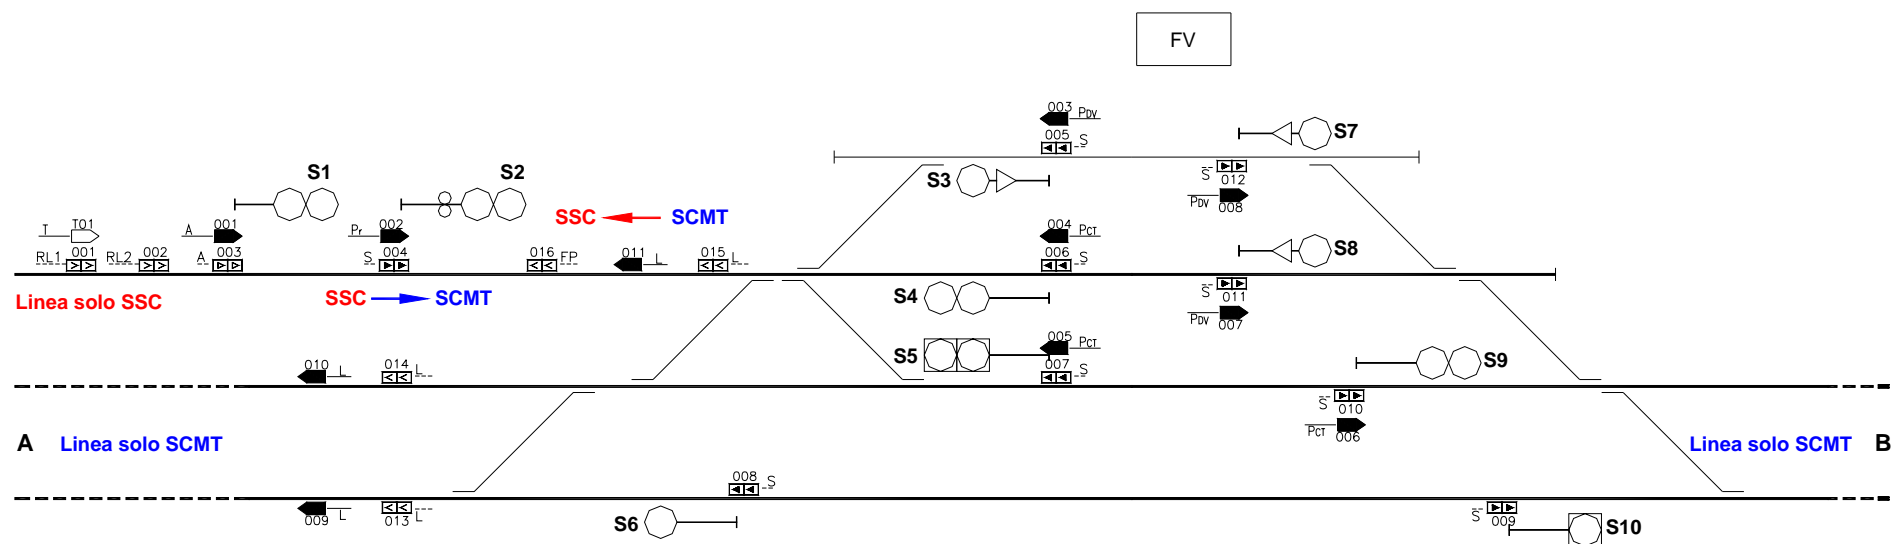
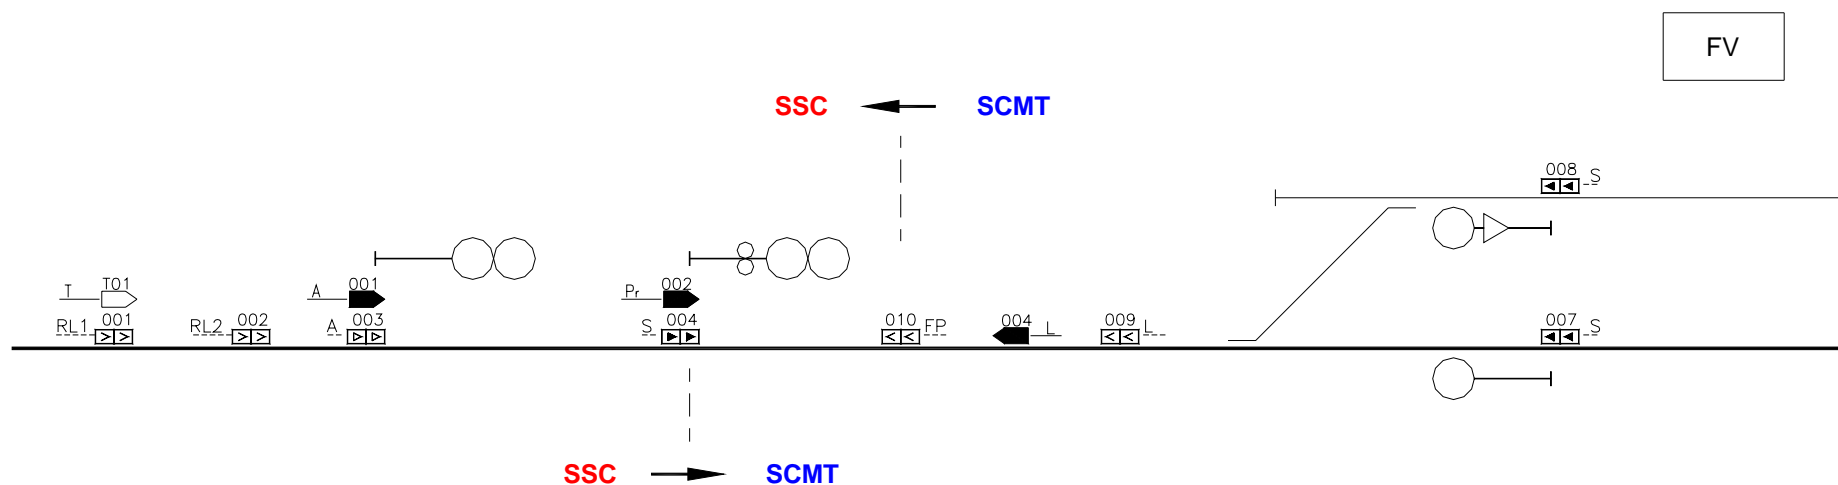

Figura 2: esempio di stazione con doppio attrezzaggio SCMT e SSC posta su linea principale SCMT
Figura 4
Le tipologie di attrezzaggio possibili per gestire il passaggio da una linea SCMT ad una SSC e, viceversa, da una linea SSC ad una SCMT sono riportate in Figura 2 per quanto riguarda l'attrezzaggio a regime degli impianti ed in Figura 4 per quanto riguarda eventuali attrezzaggi di prima fase. Tutti i requisiti di integrazione SCMT/SSC fin qui esplicitati (vedi capitolo 5) valgono pure per le zone di transizione.
1. **Esempio 1** (Figura 2): treno che proviene da una linea attrezzata SSC e che viene inoltrato su una linea SCMT con i segnali di avviso e di protezione della stazione equipaggiati con entrambe le tipologie di PI. Sul segnale di avviso rimane accesa la lampada SSC, ma, oltre alle funzioni di controllo SSC già precedentemente attive, vengono avviate anche quelle di SCMT. Entrambe effettuano, in parallelo, il controllo della marcia del treno ed impongono, eventualmente, l'intervento della frenatura di emergenza. Alla lettura del PI SCMT di tipo S relativo al segnale di protezione si ha l'accensione della lampada SCMT e lo spegnimento di quella SSC; quindi rimangono attive le sole funzioni SCMT. Se il segnale di protezione coincide con il fine sistema SSC e il PI di tipo S non accende la lampada SCMT, le uniche protezioni attive rimangono quelle della funzionalità Predisposizione SCMT (lampade SCMT e SSC entrambe spente).
2. **Esempio 2** (Figura 2): treno con origine corsa da una stazione avente segnali di partenza attrezzati con entrambe le tipologie di PI. Con le lampade SCMT e SSC spente ed in assenza di degradi, sono attive contemporaneamente sia le funzioni SCMT sia le funzioni SSC finché non viene letto un PI SCMT di tipo A o S; dopodiché sono attive le sole protezioni della funzionalità SCMT. Nel caso in cui il treno venga inoltrato in linea con le lampade SCMT e SSC spente, per quanto riportato al punto e) sono attive solamente le protezioni della funzionalità SCMT.